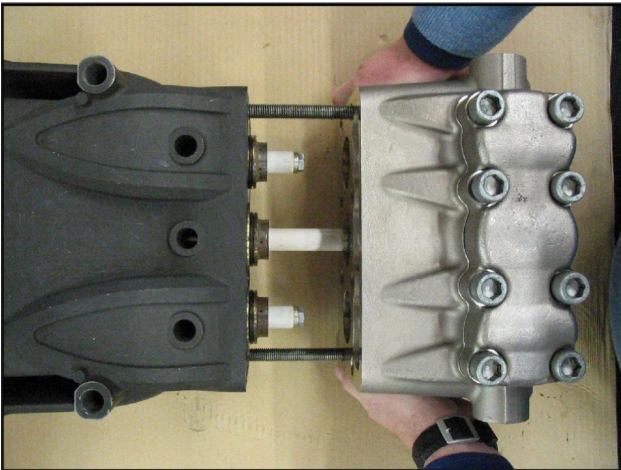

Fig. 33
- Lubrifier les composants ②③⑤ avec de la graisse à base de silicone OCILIS réf. 12001600 ; cette opération est considérée nécessaire pour faciliter l'adhérence de la lèvre des joints sur le piston.
- Utiliser deux vis - goupille de service (réf. 27726000) fixées au carter comme le montre la Fig. 33 pour positionner la tête complète en s'assurant qu'elle est insérée seulement sur le piston central.